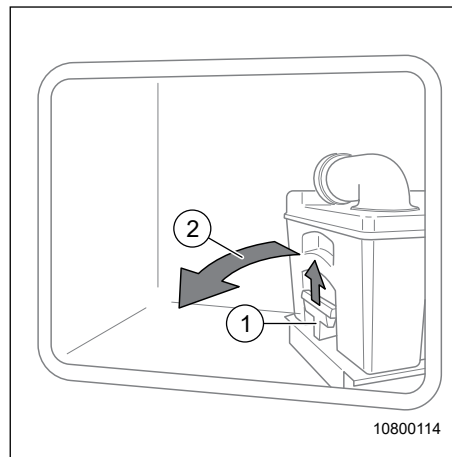

Fig. 66 Retirer la cassette
3. Tirer la poignée de la cassette (Fig. 66, pos. 1) vers le haut pour déverrouiller le WC.
→ Selon le véhicule, tourner la cassette vers la trappe de visite (Fig. 66, pos. 2).